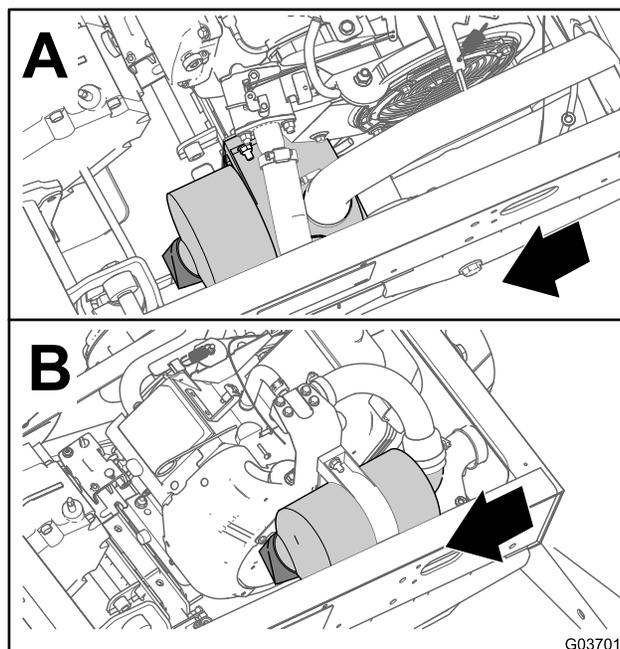
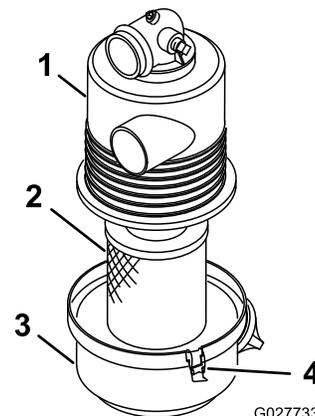

Рисунок 29
Рисунок 30
2. Проверьте корпус воздухоочистителя на отсутствие повреждений, которые могут вызвать утечку воздуха (Рисунок 29 и Рисунок 30).
3. Отпустите фиксаторы, крепящие крышку воздушного фильтра на его корпусе (Рисунок 30).
4. Отделите крышку от корпуса и очистите внутреннюю поверхность крышки воздушного фильтра (Рисунок 30).
3. Вставьте элемент в корпус воздушного фильтра (Рисунок 30).
4. Совместите крышку воздушного фильтра с его корпусом (Рисунок 30).
5. Закрепите крышку на корпусе фиксаторами (Рисунок 30).